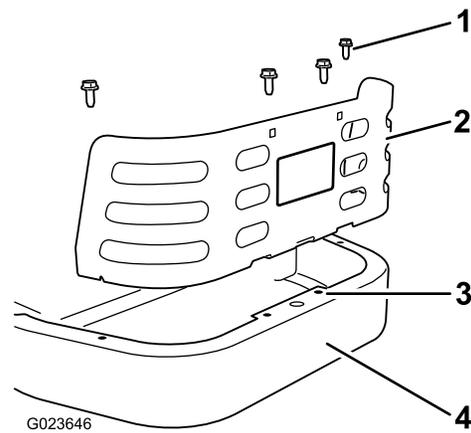

Figure 10
3. Montez la protection du moteur sur le cadre, derrière le moteur (Figure 10). Aligned les trous dans les languettes du déflecteur sur les trous existant dans le cadre arrière.
4. Fixez le déflecteur au cadre avec quatre vis autotaraudeuses (5/16 x 3/4 po) comme montré à la Figure 10.